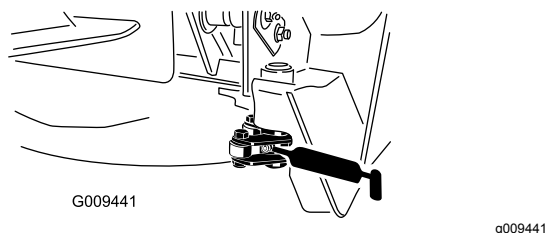

**Figure 78**
**Remarque:** Vous devrez peut-être ouvrir les verrous manuellement pour accéder aux graisseurs (Figure 78). Utilisez un levier pour fermer et ouvrir le verrou.